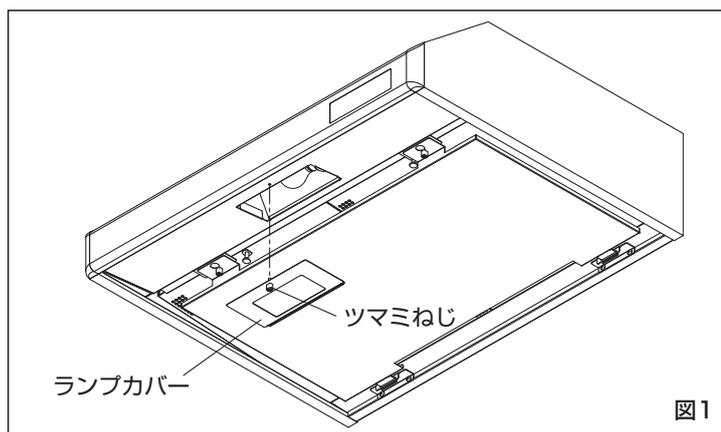

図1
① 電源プラグをコンセントから抜いてください。又は、電源ブレーカーを「切」にしてください。
② ツマミねじをゆるめてランプカバーを外します。(図1)